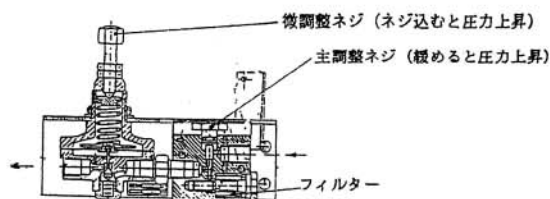

Fig. 2 減圧弁
- ・減圧弁(Fig2参照)の微調整用ネジをゆるめて駆動エア圧(吸引用負圧)を“0”(ゼロ)にしてください。
- ・駆動エアを供給しながら減圧弁の微調整ネジを回してUチューブマノメーターの差圧が60~80 mmAq になるよう調整してください。(Fig 2参照)